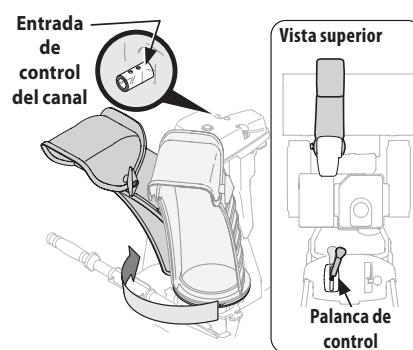

Figura 2-26
- Apriete el disparador de la palanca de control y gire el canal manualmente para que mire hacia adelante. Los orificios en la entrada del control del canal estarán mirando hacia arriba. Consulte Figura 2-26.